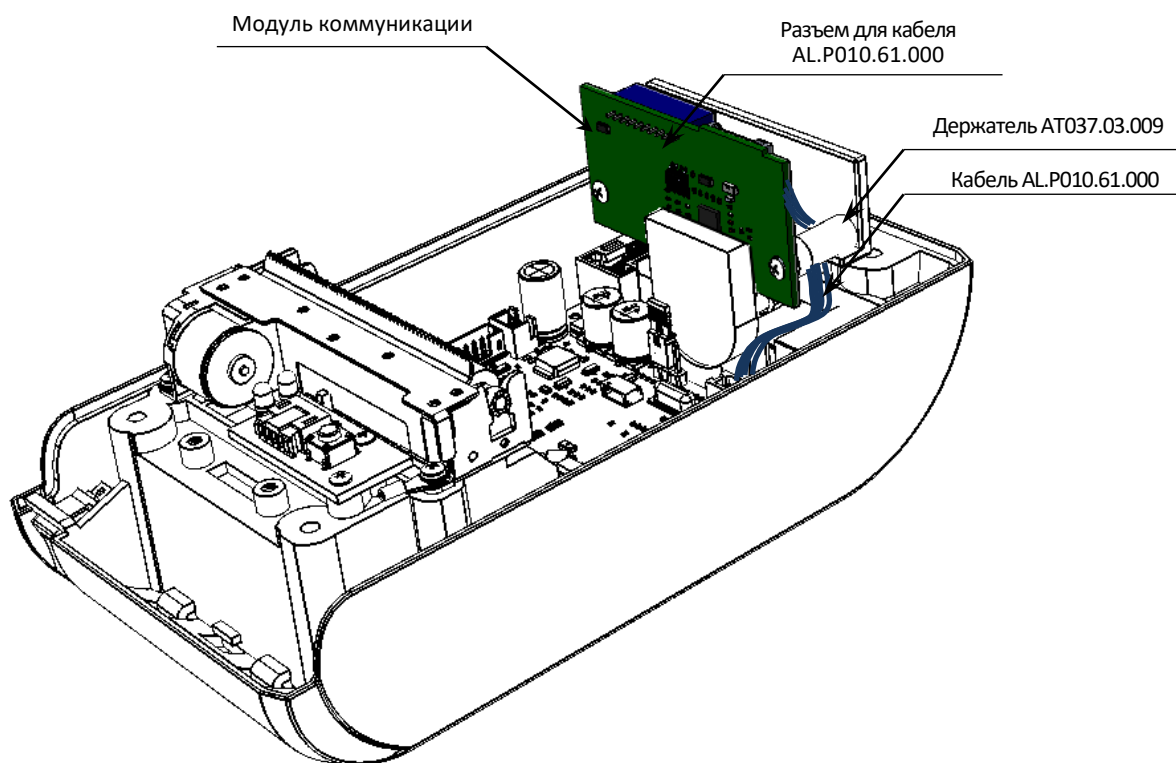

Рисунок 14. Расположение коммуникационного модуля в корпусе ККТ (кабель условно не показан)
2. Коммуникационный модуль крепится к держателю, который в свою очередь прикреплен к нижней части корпуса изделия (см. рисунок 14).